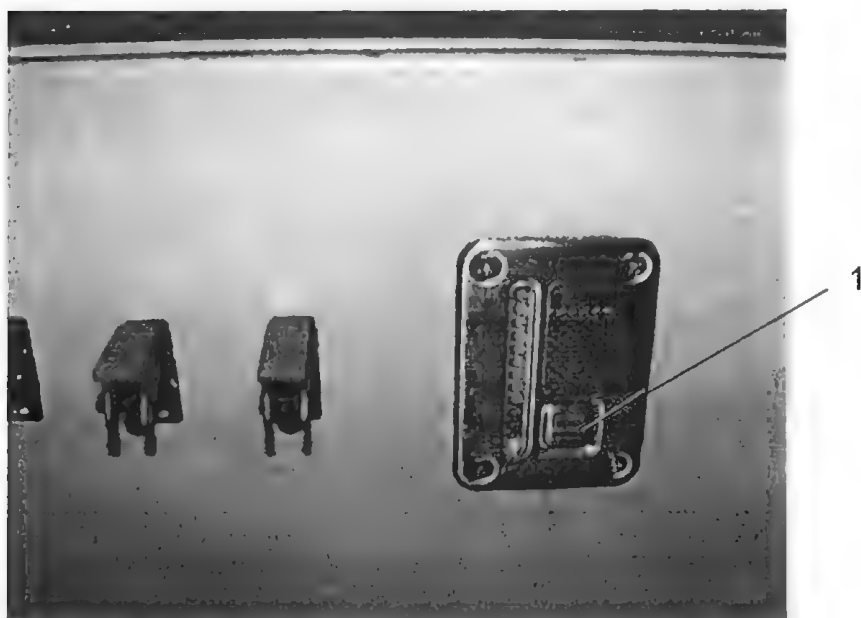

Bild 5-2 / Anzeige Kühlwasserstand
- Taster auf der Anzeige (Bild 5-2 / Pos. 1) drücken